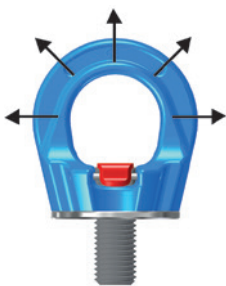

Figure 1 : permis
Charge : Capacité selon le certificat d'inspection respectivement selon la table de capacité de levage dans les directions de la traction – voir figure 1.
- La charge doit seulement être effectuée dans la direction spécifiée (voir figure 1) avec la capacité de levage selon la table.
- La direction de traction n'est pas dans la zone prédéfinie selon figure 1.